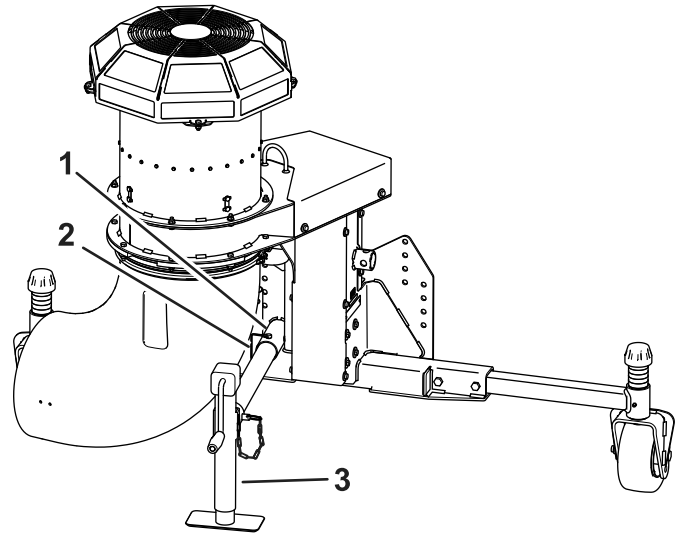

Bild 8
10. Stecken Sie das Achsständerrohr in das Rahmenrohr, fluchten Sie die Löcher aus und arretieren es mit dem Einraststift (Bild 8).